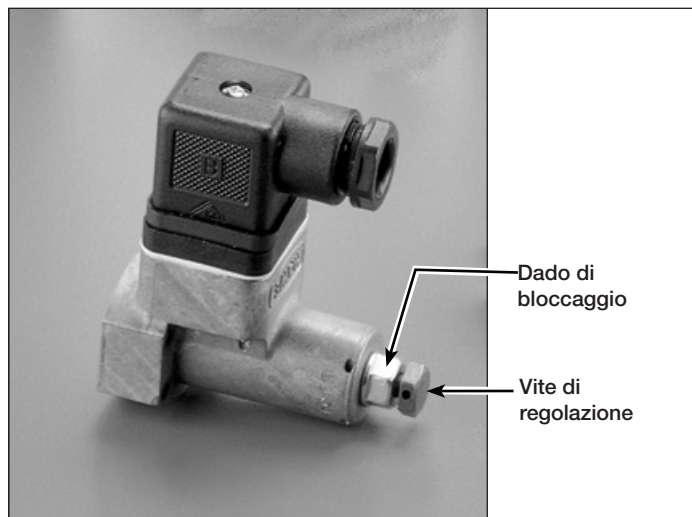

Figura 10, Pressostato
2. Usando una chiave fissa di 10 mm, girare la vite di regolazione del pressostato in senso orario per aumentare o antiorario per diminuire la pressione (vedere la Figura 10).